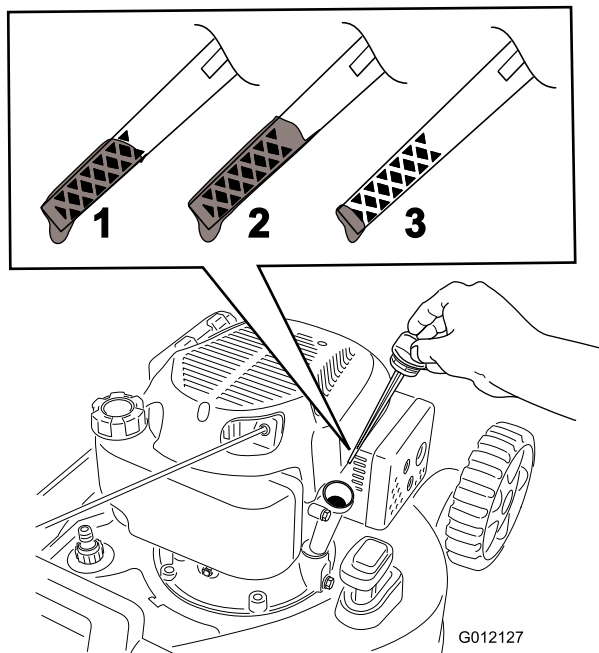

Figura 12
2. Retire la varilla girando el tapón en el sentido contrario a las agujas del reloj y tirando del mismo (Figura 12).
5. Observe en la varilla el nivel de aceite (Figura 12).
- Si el nivel de aceite de la varilla es demasiado bajo (Figura 12), vierta con cuidado una pequeña cantidad de aceite
- Si el nivel de aceite de la varilla es demasiado alto (Figura 12), drene el exceso de aceite hasta que el nivel de aceite en la varilla sea correcto; consulte Cambio del aceite del motor (página 16).